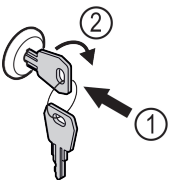

Fig. 190 Beispielhafte Darstellung
- ▶ Schlüssel hineindrücken Fig. 190 (1).
- ▶ Schlüssel um 90° im Uhrzeigersinn drehen Fig. 190 (2).